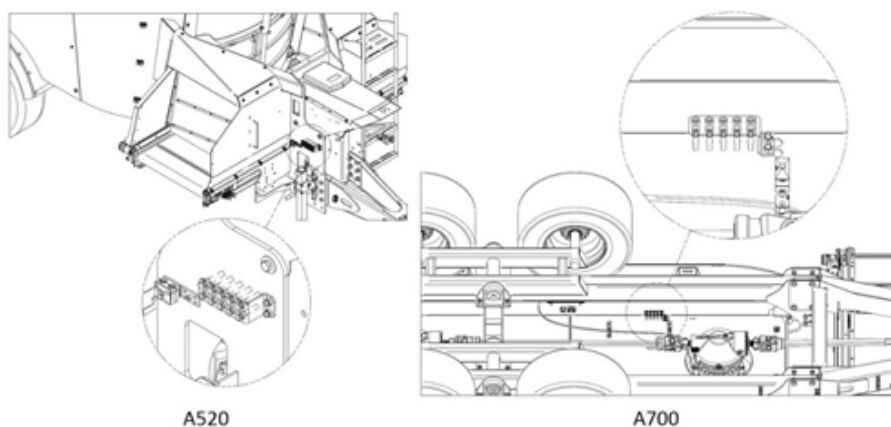

Figure 45 — Emplacement des boulons de sécurité sur les SMARTMIX A520 et A700
3. Installez un nouveau boulon (disponible sur le support des boulons de rechange) (Figure 45).